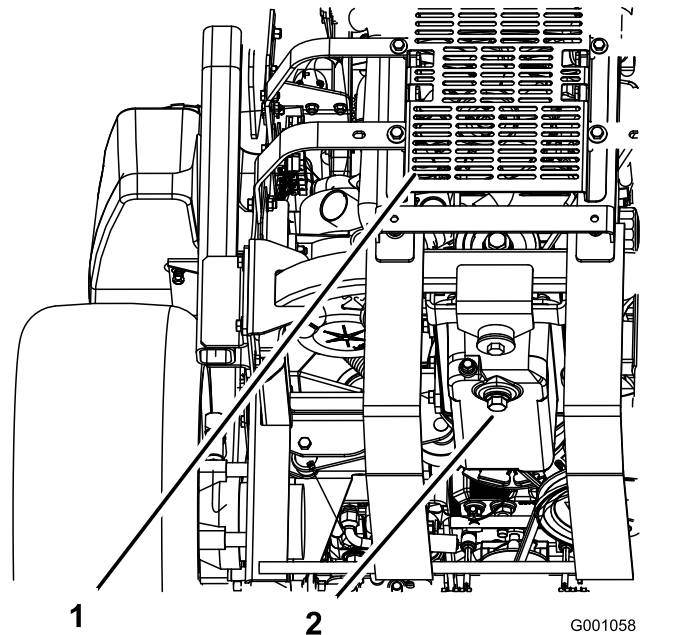

Bild 65
5. Stellen Sie eine Auffangwanne unter die Ölablassschraube. Entfernen Sie die Ablassschraube (Bild 65) und lassen das Öl vollständig ablaufen.